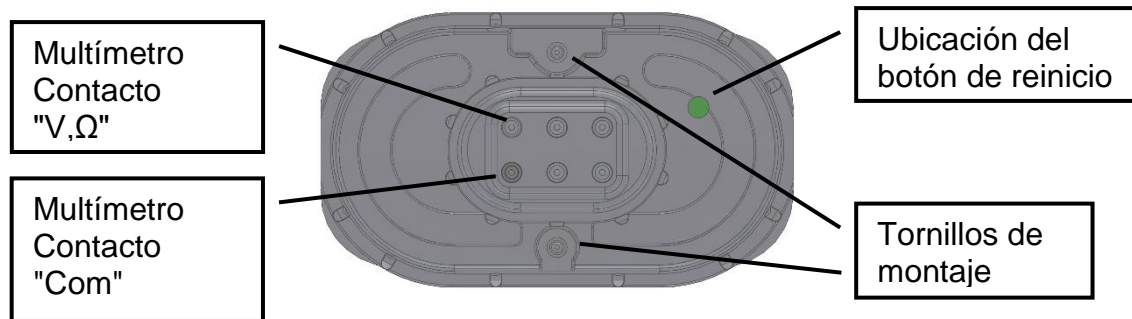

Figura 5-2: Vista inferior del paquete de pilas. Conexión correcta del multímetro.
- Pulsar el botón que hay en el paquete, véase Figura 5-2 (el botón se encuentra detrás de un orificio del paquete y se puede acceder a él con la punta de un bolígrafo). Esto indicará al detector de gas que se han colocado pilas nuevas y reiniciará el contador de carga. Adviértase que esta acción del botón solo la reconocerán los detectores de gas con un firmware 3.0 o superior. Contactar con GasSecure si el detector en cuestión contiene un firmware anterior o si no se sabe con certeza cuál es el firmware instalado en el detector.
Medir la tensión del paquete de pilas conectando un multímetro a los terminales como se muestra en Figura 5-2. El voltaje nominal es +7,2 V. Los voltajes inferiores a +7,0 y superiores a +7,8 V no están permitidos. Comprobar la correcta dirección de las celdas de pilas, consultar Figura 5-3, si el voltaje medido está fuera del rango permitido.